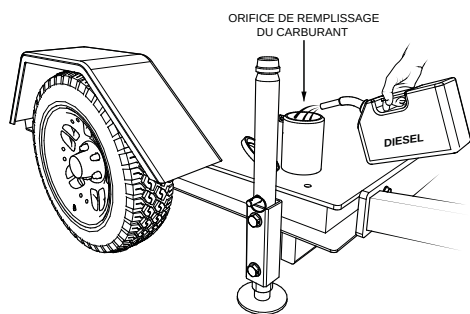

Figure 20. Remplissage
3. Si le niveau de carburant est bas, remplir (Figure 20) avec le type carburant diesel recommandé qui est référencé dans le tableau 3. **NE PAS** remplir le réservoir de carburant au-delà de sa capacité.